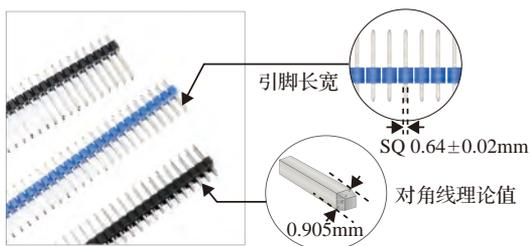

图 4-65 练习题 12 图
12. 小李设计双面喷锡板，产品下载调试接口使用了一款如图 4-65 所示的排针，引脚横切面长、宽均为 0.64±0.02mm，对角线理论值为 0.905mm，在设计焊盘封装钻孔内径时，应不小于以下哪个尺寸？（ ）